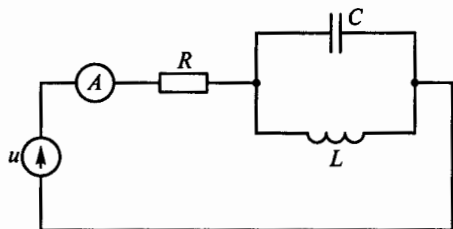

Рис. 111
**3.70.** В цепи на рис. 111  $u = 100 + 50\sqrt{2} \sin \omega t$ ,  $R = 20 \text{ Ом}$ ,  $1/(\omega L) = \omega C$ . Какими будут постоянная составляющая тока  $I_0$ , действующее значение переменной составляющей тока  $I_1$  и показание  $I$  амперметра электродинамической системы? (Указать неправильный ответ.)